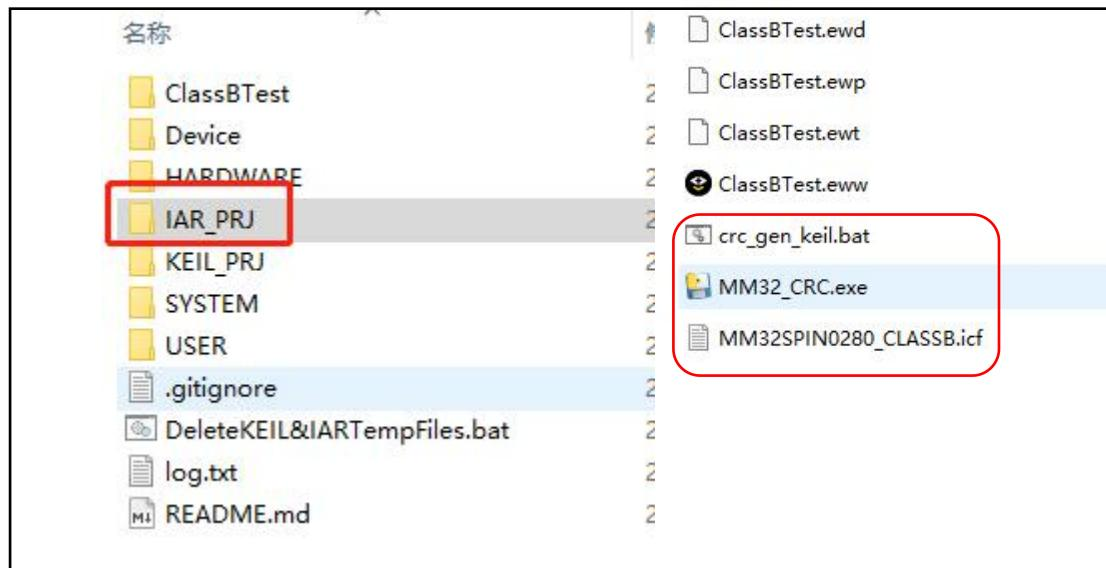

图 24. IAR 平台 FLASH 检测所需文件
7. IAR 下将 IAR\_PRJ 文件夹中的 MM32SPIN0280\_CLASSB.icf, crc\_gen\_keil.bat, MM32\_CRC.exe 三个文件拷贝到实际应用的.eww 所在目录（如图 24）；